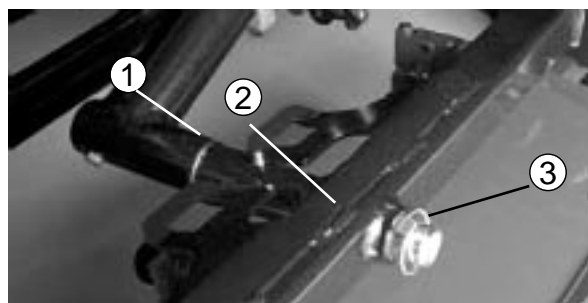

図19
### カッティングユニットを取り付ける(図19~21)
2. ピボット・ロッドに、カッティングユニットのキャリア・フレームを取り付け、リンチピンで固定する（図19）。